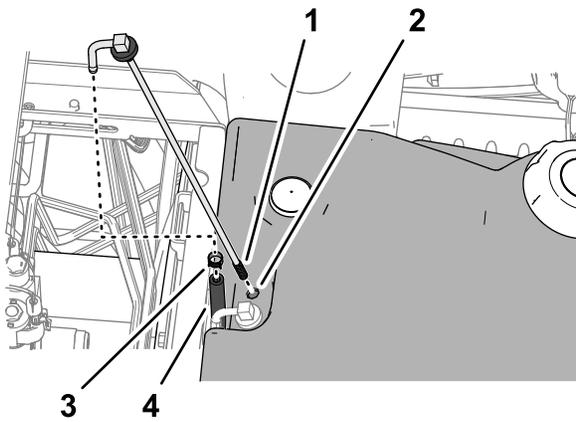

Figure 121
- Retirez le collier qui fixe le flexible sur le tube d'admission de carburant (Figure 121).
- Nettoyez la crépine au bout du tube d'admission de carburant (Figure 121).